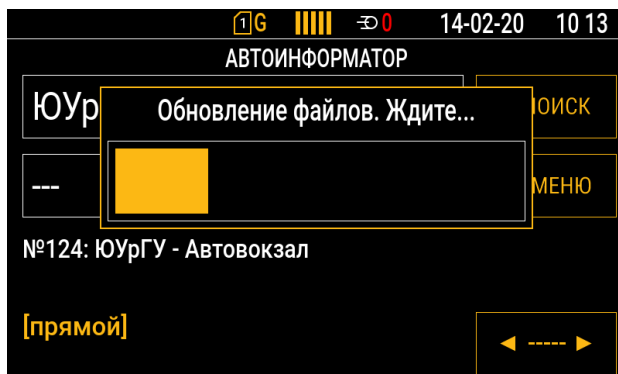

Рис.112. Обновление файлов
- При входе автоматически начнётся обновление (Рис.112)